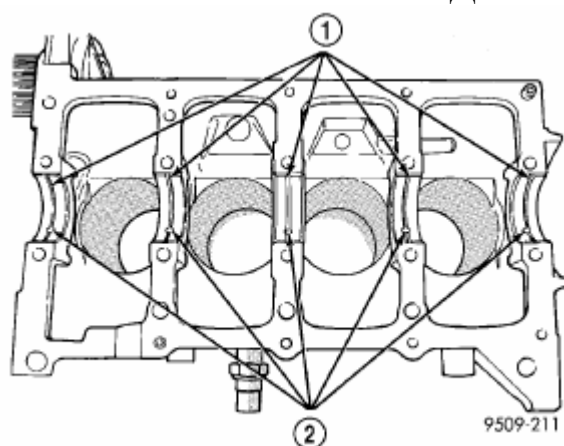

Рис. 48. Установка верхнего вкладыша коренного подшипника.
(1) Установить вкладыши коренных подшипников со смазочными канавками в блок цилиндров (Рис. 48).
(2) Убедиться, что масляные отверстия блока располагаются соосно с масляными отверстиями подшипников. Пластины подшипников должны заходить в соответствующие прорези блока.